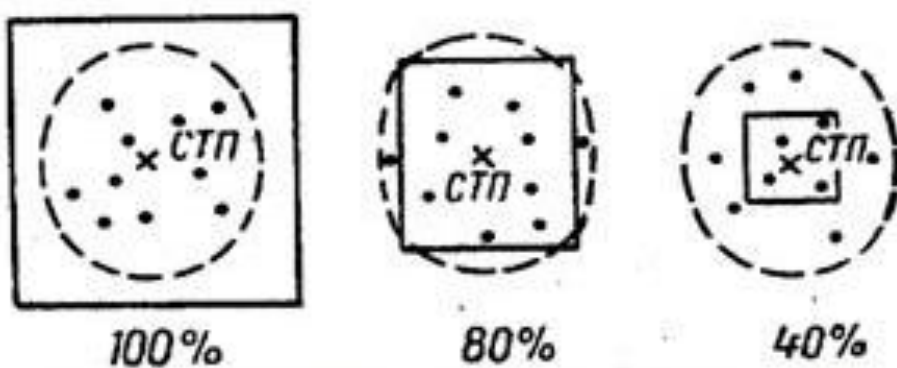

Рис.12. Зависимость вероятности попадания от размеров целей.
- от размеров цели (рис. 12); при совпадении средней точки попадания с центром цели и при одних и тех же размерах площади рассеивания вероятность попадания тем больше, чем больше размеры цели;